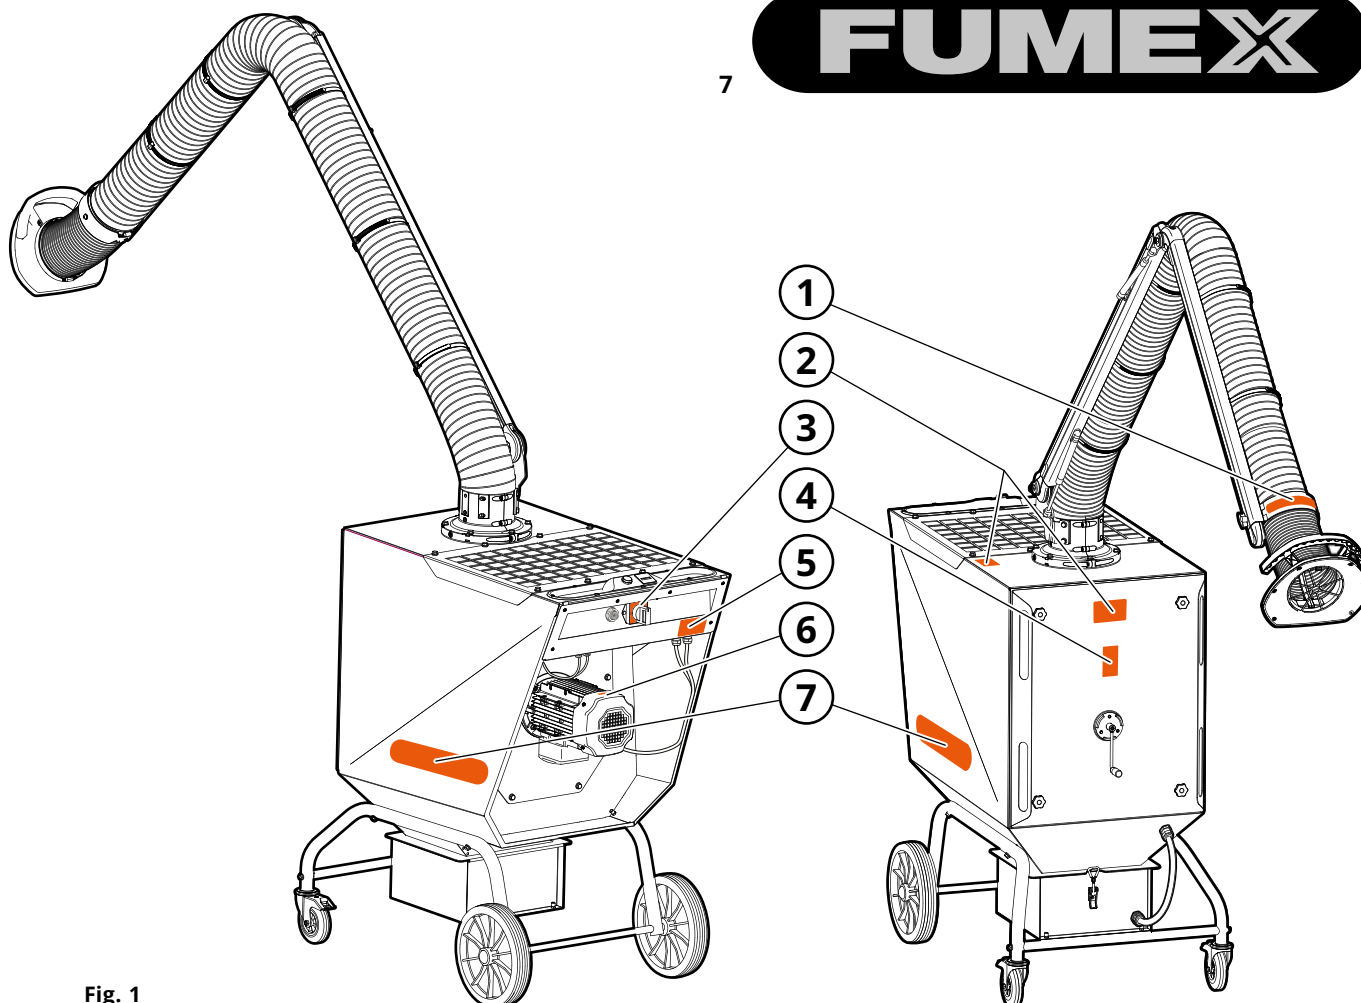
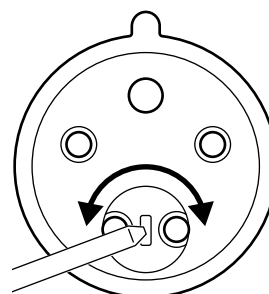

Fig. 1
Fig. 16
Enligt Fig. 1.
3. Kontrollera rotationsriktning på fläktmotorn. Fläktmotorns rotationsriktning kontrolleras genom att starta fläkten, därefter stanna fläkten. När varvtalet avtar syns vilket håll motorn roterar genom skyddskåpan för fläktkylning (där dekalen sitter, enligt **Fig. 1** pos 6). Om rotationsriktningen är felaktig, fasvänd i stickproppen med platt mejsel enligt **Fig. 16**.